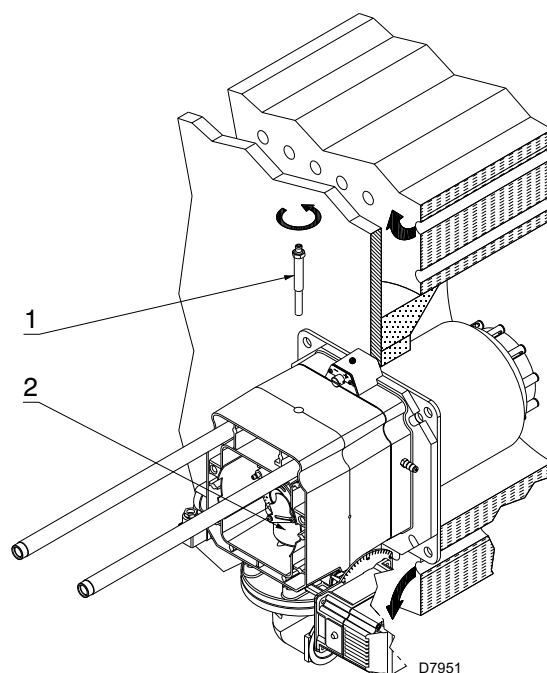

Abb. 14
- die Schraube 1)(Abb. 14) entfernt werden;
- der interne Teil 2)(Abb. 14) des Kopfs herausgezogen und die entsprechende Einstellung vorgenommen werden.
An dieser Stelle der Installation ist der Flammkopf am Kessel wie in Abb. 14 angebracht.